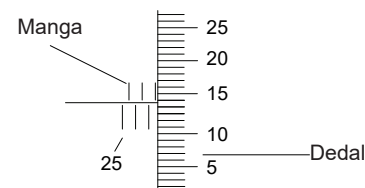

Fig.1
---Se a leitura for zero (ou igual ao valor normal do padrão de ajuste), o micrómetro está pronto para medir. Se houver um desvio, insira a chave no orifício no lado oposto da linha de índice e gire a manga (Fig. 1) para alinhar a linha de índice com a linha de graduação zero do anel.